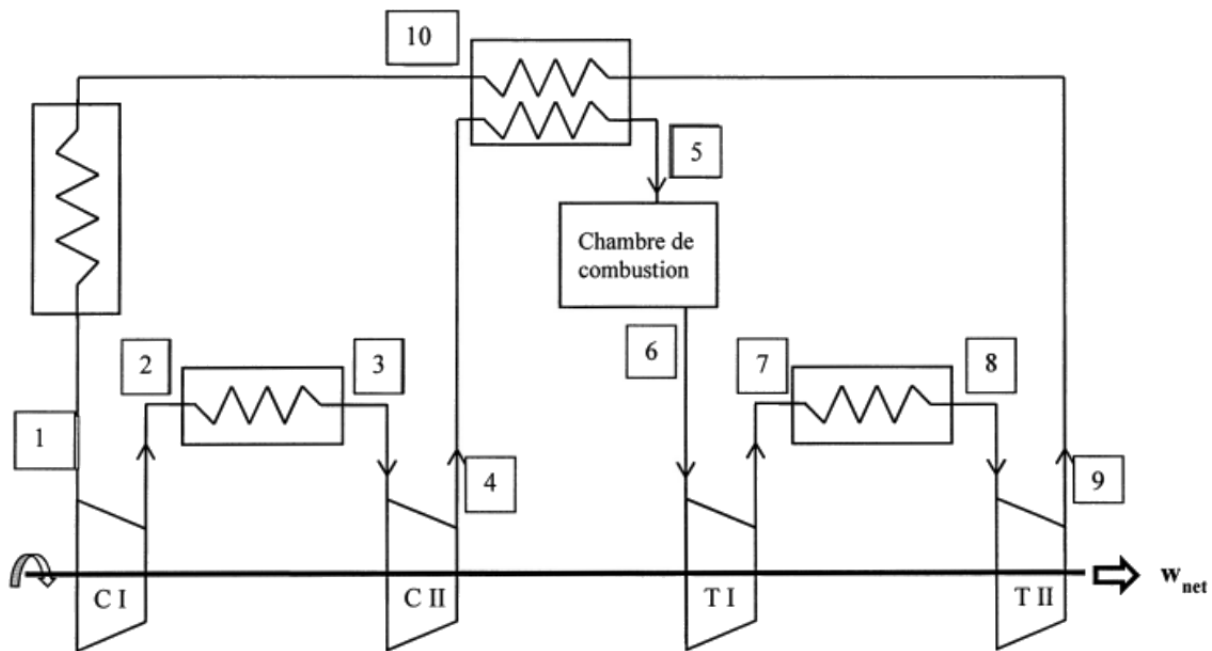
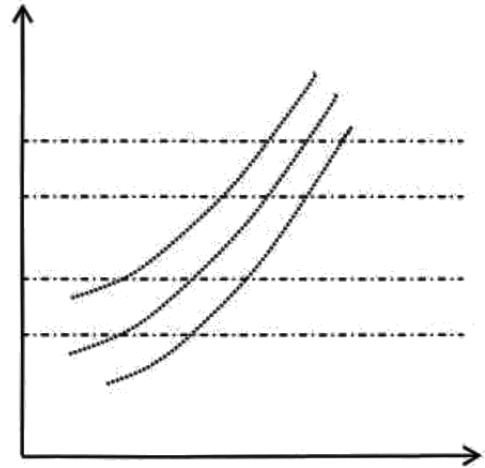

Figure 7 : Turbine à gaz complète.
Figure 8
Ce que l'on vient de montrer dans la section 3 pour le compresseur est aussi valable pour la turbine . La Fig. 7 représente le schéma de fonctionnement d'une turbine à gaz comprenant un compresseur à deux étages, une chambre de combustion, une turbine à deux étages puis un régénérateur.
23. Dans le diagramme (T, s) de la Fig. 8 sont représentées les isobares P_1 , P_2 et P_x et les isothermes T_1 , T_2 , T_5 et T_6 . Sur la Fig. 8 reprise en document annexe **que l'on rendra avec la copie**, tracer le cycle correspondant au schéma de la Fig. 7. On prendra soin de faire figurer les points 1 à 10 du schéma de la Fig. 7, et d'identifier les isobares et les isothermes.